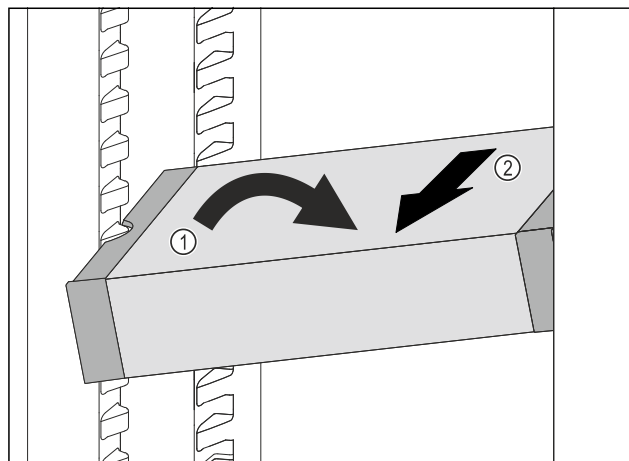

Fig. 139
- ▶ Seadke VarioSafe jahutusosas kaldu. Fig. 139 (1)
- ▶ Võtke VarioSafe ettepoole välja. Fig. 139 (2)